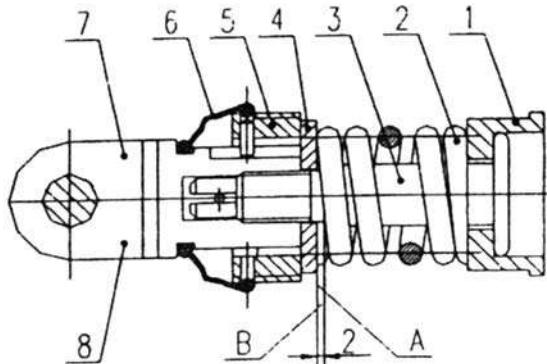

Рис. 6-14. Регулировочная пружина
#### 1. Регулировка «регулировочной пружины» (Рис. 6-14)
Механизм регулировки силы - нужно отрегулировать, как описано ниже, и только затем вставлять в корпус подъемника. Поверните «управляющую связь» (7) и «пружинящий рычаг» (3) противоположно друг другу, чтобы устранить зазоры между деталями. Зазор между поверхностью А «пружинного зажима»(4) и поверхностью В «пружинящего рычага» - должен равняться 2 мм. Теперь вставьте палец (8), вставьте «регулировочную пружину, в сборе» в корпус подъемника. Поверните винт (5) так, чтобы конец «регулировочной пружины, в сборе» - касался поверхности Е «корпуса поднимателя» (см. Рис. 6-14). Теперь, через отверстие гайки (5), вставьте палец (21) (см. Рис. 6-14).